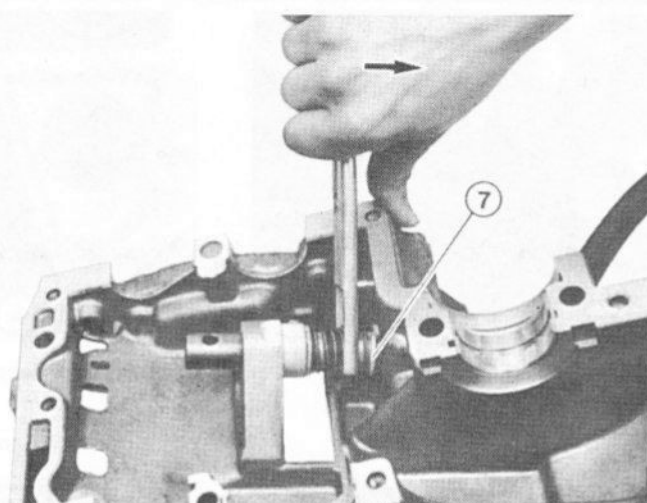

Fig. 6.28 Compression du ressort hélicoïdal du doigt de sélection pour déposer les coupelles (7) (Sec 8)
16 Comprimer le ressort hélicoïdal avec une clef plate ou un outil à fourche et enlever les coupelles (7), Fig. 6.28.